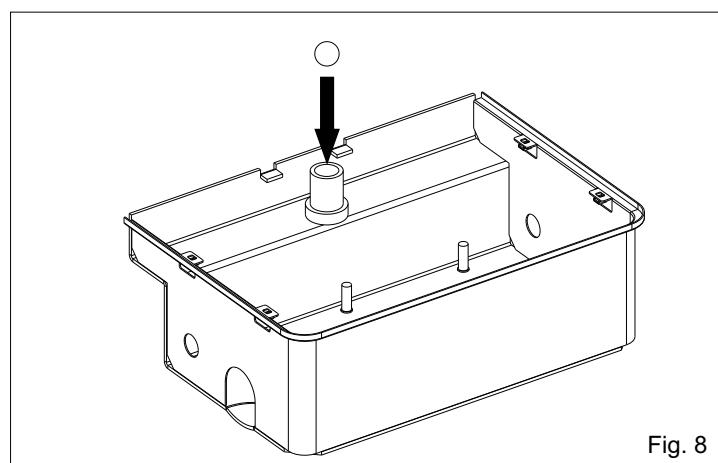
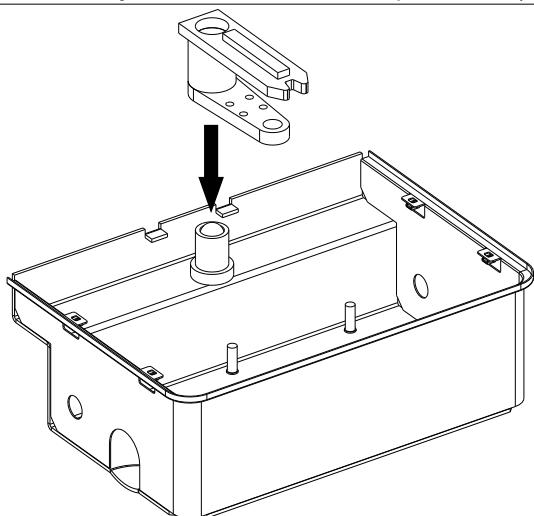
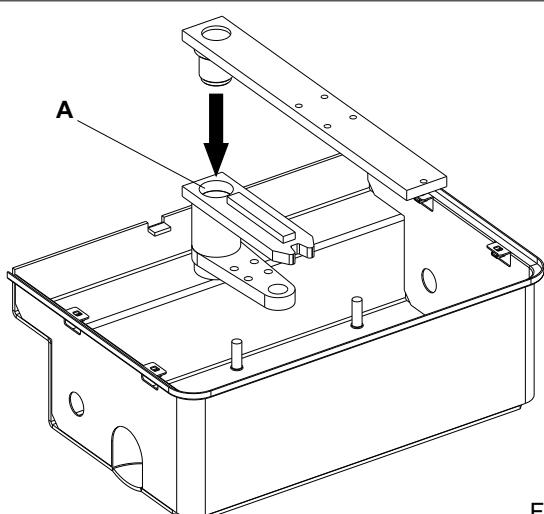

Fig. 8
Fig. 9
Fig. 10
2.4. Inserir la esfera en el arbol perforado (Fig. 8)
2.5. Inserir el conjunto manilla en el arbol perforado (Fig. 9)
2.6. Engrasar abundantemente el hueco A e inserir el conjunto hoja (Fig. 10)
N.B.: A insertar los conjuntos engraser los mismos equipado con grasa (Fig.8, Fig.9, Fig.10).